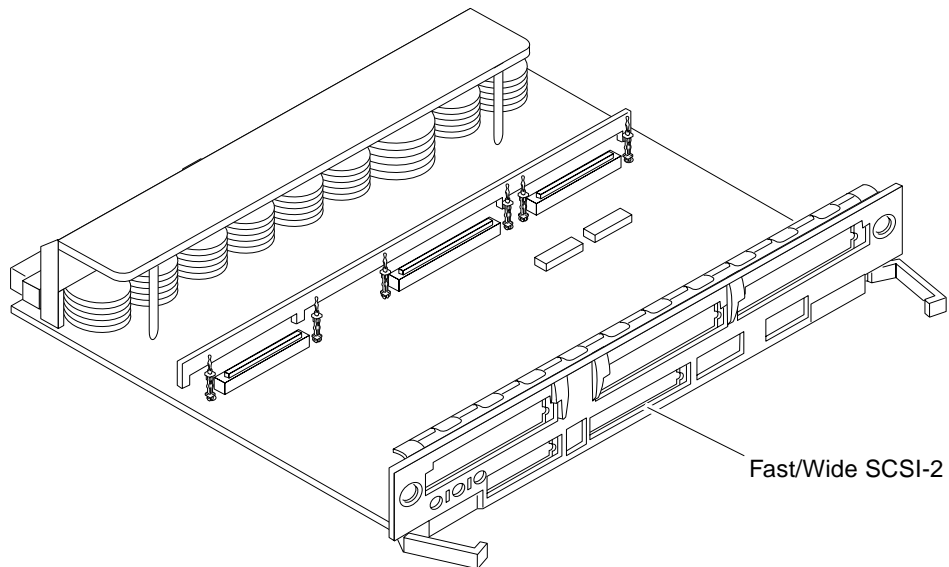

FIGURE 2-11 Connecteur SCSI intégré à terminaison unique sur la carte d'E/S+
- Pour les cartes d'E/S+ situées dans les emplacements 2 à 5, utilisez le port SCSI-2 (FIGURE 2-11) ou une carte SBus.